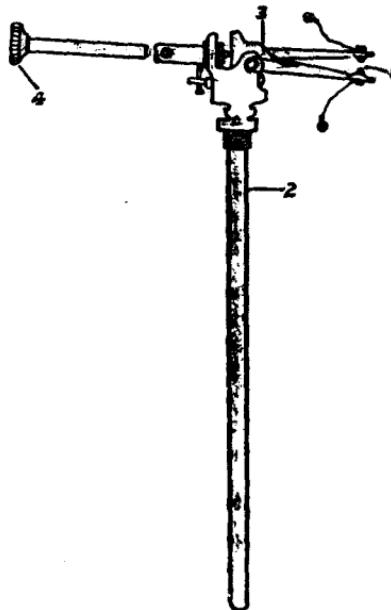

图2—2 金属管热胀式控温器构造示意图
1. 金属管热胀式控温器（图 2—2）：由一支热膨胀系数很大的黄铜管，插入工作室中感温。在铜管中装一支热胀